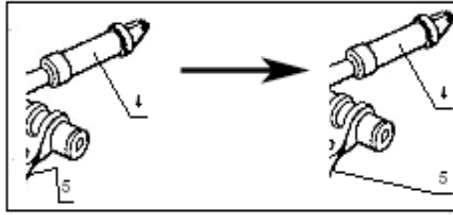

Рисунок 315
Для выравнивания выносок 4 и 5 (рисунок 315):
2) На **Панели инструментов для выносок** выберите инструмент **Выровнять по правому краю** . В результате выноски примут вид, показанный на рисунке (рисунок 315).